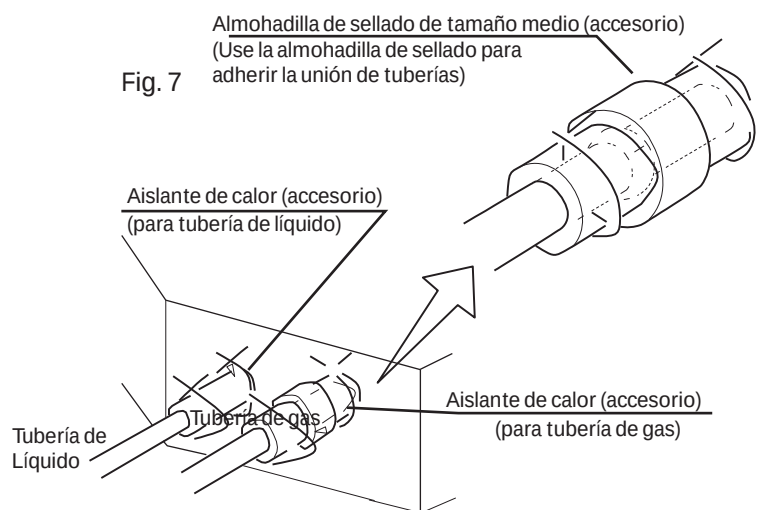

Fig. 7
- Controle que no haya pérdidas de gas en las tuberías de conexión y luego instale el aislante de tuberías, como se muestra en la Fig. 7.